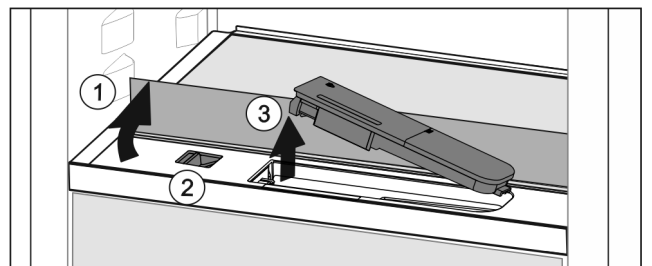

Fig. 145
- ▶ 抬起玻璃隔板，将其向后翻转至止挡 Fig. 145 (1)。
- ▶ 向左推滑块 Fig. 145 (2)。
- ▶ 取出水箱 Fig. 145 (3)。